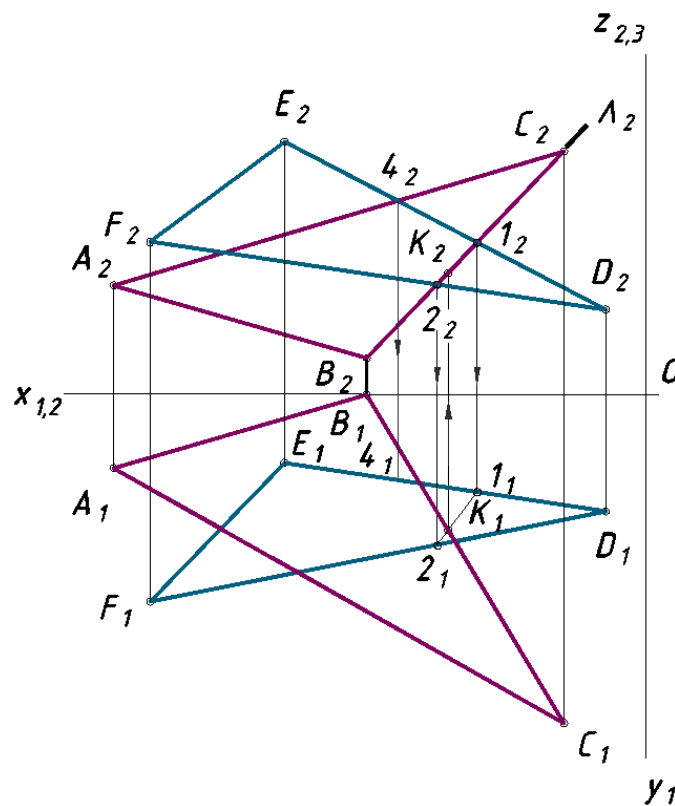

Рисунок 3.1. Построение проекций точки  $K$ , принадлежащей линии пересечения.
1. По координатам точек, выбранными из таблицы 3.1 построить проекции отсеков плоскостей, заданных треугольниками  $\Sigma (\Delta ABC)$  и  $\Theta (\Delta DEF)$ , (рис. 3.1). Треугольники принимаются, как непрозрачные отсеки.
Определить линию пересечения плоскости  $\Theta(\Delta DEF)$  со вспомогательной плоскостью  $\Lambda$  - линия  $(1_2-2_2)$ . В пересечении горизонтальной проекции линии  $(1_1-2_1)$  с горизонтальной проекцией линии  $B_1C_1$ , определить горизонтальную проекцию  $K_1$  точки  $K$ . Затем в проекционной связи определить ее фронтальную проекцию  $K_2$  (рис. 3.1).